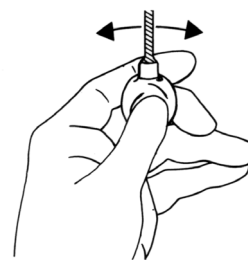

Figura 4-3c. Rotazione del pallone
7. Ruotare il pallone, fino a quando le bolle di aria residue non vengono convogliate in un'unica bolla. (**Figura 4-3c e 4-3d**)